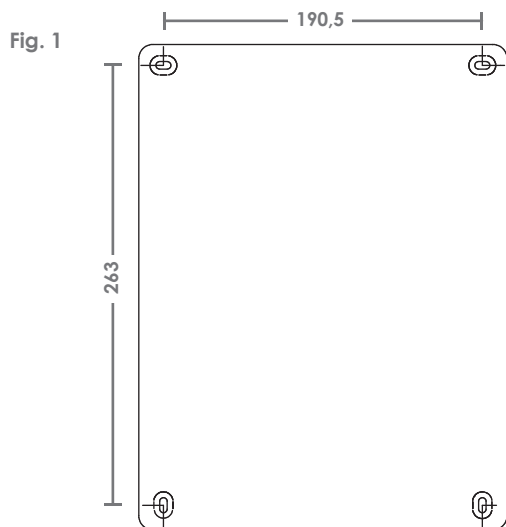

Fig. 3
- 4) Couper les galoches à la même mesure des câbles/tuyaux pour les branchements électriques (fig. 3) pour permettre que le tuyau adhère parfaitement au câble/tuyau. Ne pas couper les galoches en caoutchouc pas utilisés.